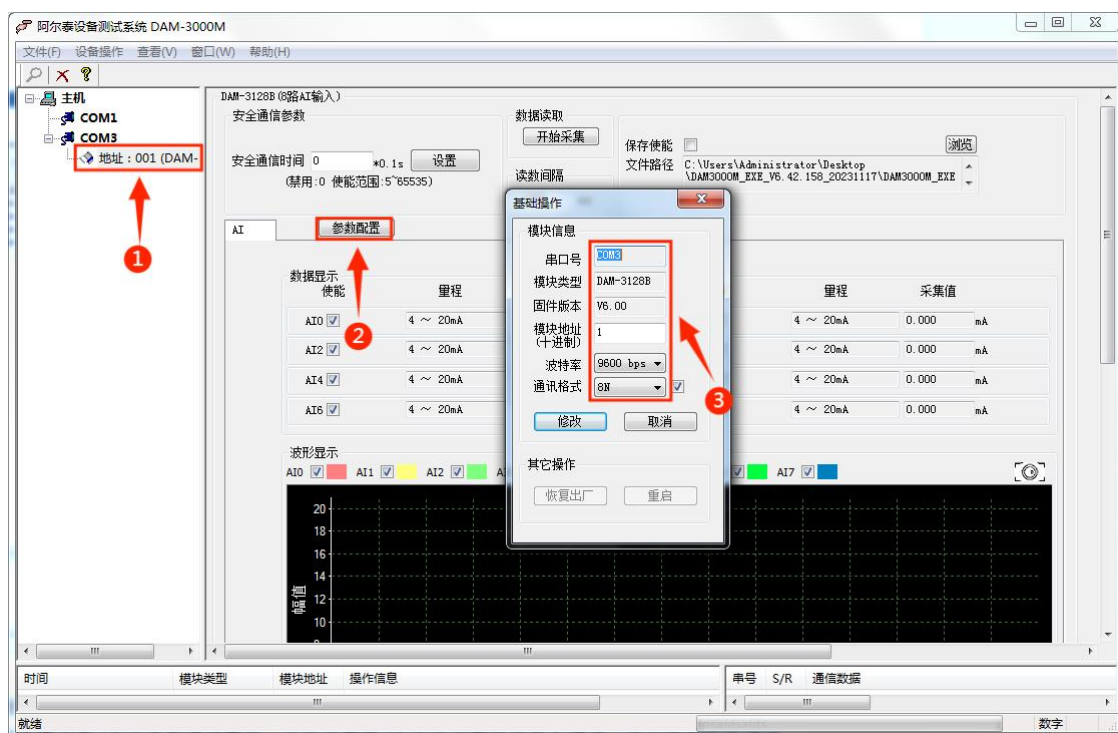

图 16
在主界面点击图 16-①可以弹出基础操作菜单，图 16-②可以对该模块参数进行设置，16-③对模块地址、波特率、校验进行修改